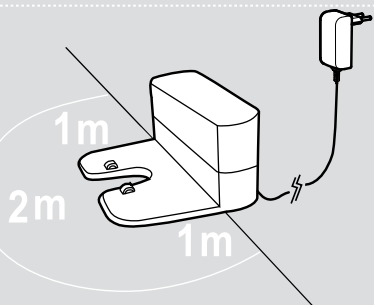

Fig. 2
1. Koppla in huvudströmadaptern och anslut till laddningsbasen. **[Fig. 2]**
4. Det får inte finnas något föremål i området runt laddningsbasen inom 2 meter framför och 1 meter på varje sida. **[Fig. 2]**